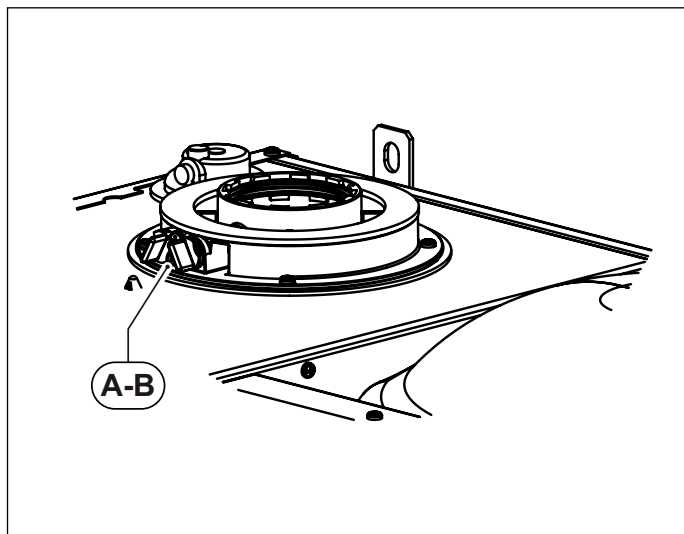
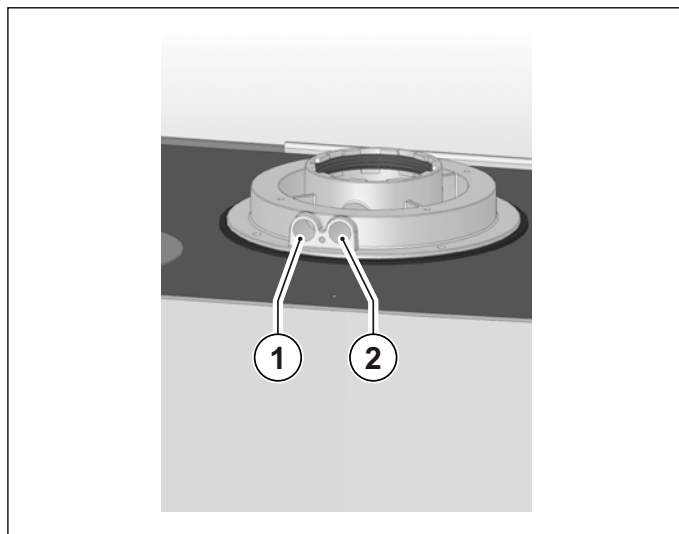

Fig. 19 Poziția bușoanelor
Fig. 20 Poziția orificiilor
Centrala termică este prevăzută cu un turn pentru racordarea conductelor de aspirație aer/evacuare gaze arse (vezi Fig. 19 Poziția bușoanelor și Fig. 20 Poziția orificiilor).
În turn au fost prevăzute orificii pentru accesul direct al aerului de combustie și pentru evacuarea gazelor arse (vezi Fig. 20 Poziția orificiilor).
Înainte de a efectua măsurătorile înlăturați bușoanele **A** și **B** din orificiile prevăzute pe turn (vezi Fig. 19 Poziția bușoanelor).
- măsurarea aerului de combustie preluat din orificiul **1** (vezi Fig. 20 Poziția orificiilor).
- măsurarea temperaturii gazelor arse și a CO₂ prelevat din orificiul **2** (vezi Fig. 20 Poziția orificiilor).
Cablurile termostatlui trebuie conectate la bornele (1) și (2) ale plăcuței electronice (vezi Fig. 16 Schema electrică RTFS și Fig. 20 Schema electrică CTFS) după ce a fost eliminată puntea furnizată cu centrala termică. Fig. 25 Schema electrică) după ce a fost eliminată puntea furnizată cu centrala termică.